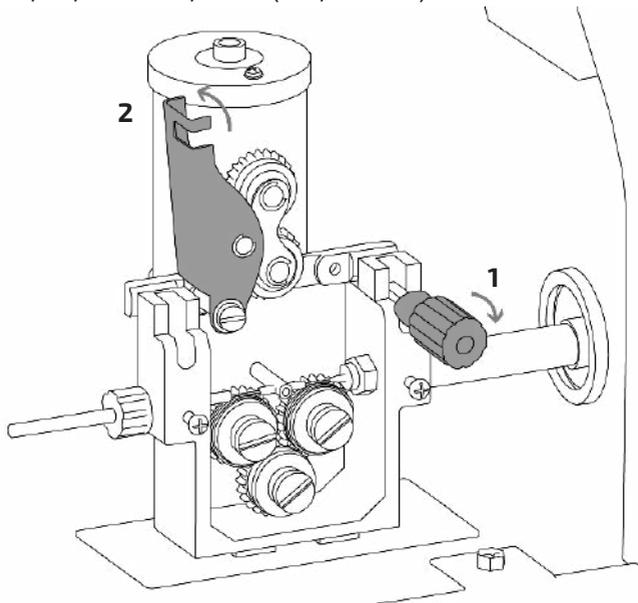

Рис. 8.3.1. Открытие механизма подачи проволоки.
1. Откройте механизм подачи проволоки подающего устройства. Потяните на себя механизм прижима, потяните вверх прижимные ролики (см. рис. 8.3.1).